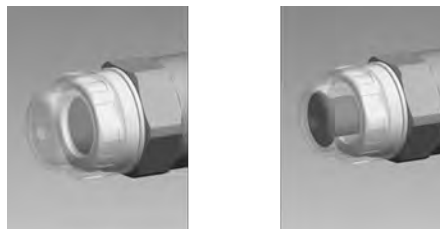

Fig. 9: Capteur visuel de rupture de la membrane, non déclenché et déclenché
Dans les capteurs de rupture **visuels**, le cylindre rouge (6) noyé est éjecté vers l'avant sous le couvercle transparent (7) et devient alors clairement visible. Voir la Fig. 9.